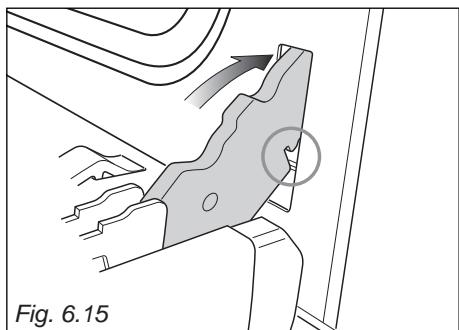

Fig. 6.15
2. Monter som vist på Fig. 6.15. Sørg for at ovnsdøren faller på plass i beslaget.